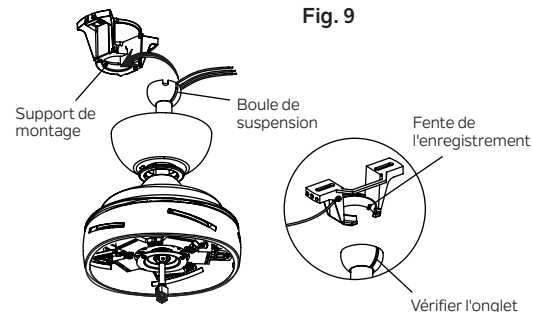

Fig. 10
Étape 6. Soulevez maintenant le corps du moteur et placez la boule de suspension dans le support de suspension. Tournez jusqu'à ce que la « languette de contrôle » soit tombée dans la « fente d'enregistrement » et soit fermement en place. (Fig.10) L'ensemble du corps du moteur ne doit pas tourner si cela est fait correctement.